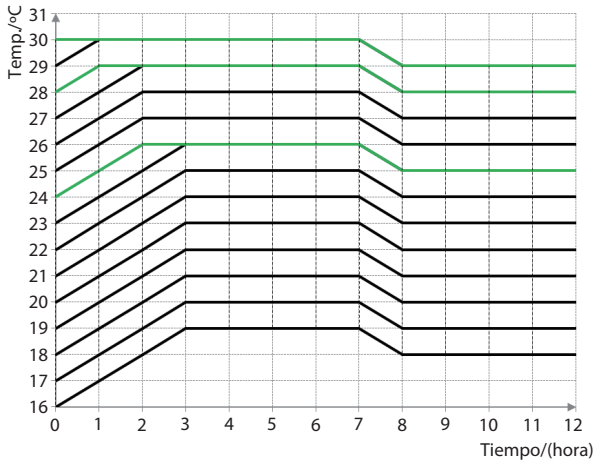

Fig.14 Curva Sleep bajo modo frío
- ① . La función "Sleep", por defecto, está apagada después de una caída de tensión.
- ② . La función "Sleep" no está disponible bajo el modo ventilador.
- ③ . Cuando se activa la función "Quiet", siempre permanece encendida tanto si la función "Sleep" está activada o desactivada.
- ④ . Bajo el modo Frío, si está activada la función "Sleep" el rango de ajustes de la temperatura pueden ser 16~23°C, 24~27°C, 28~29°C or 30°C. Cada uno de ellos tiene una curva diferente como se muestra en la Fig.14.